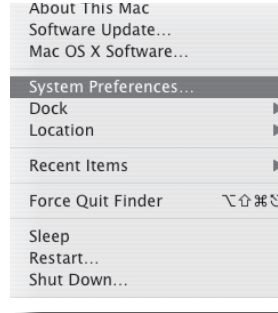

Figura 1
2. Para elegir el C01U como la entrada audio del ordenador, abra las preferencias del sistema en el dock o en el menú Apple principal (figura 1).